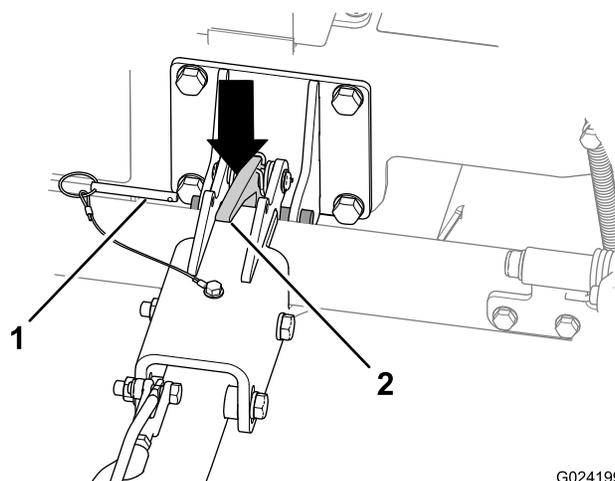

Figura 18
A. Retire o pino de bloqueio (Figura 18).
C. Empurre o trinco do engate para desengatar o engate (Figura 18).